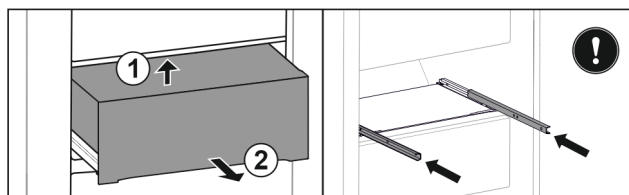

Fig. 159
- ▶ Nadvihnite zásuvku zospodu dozadu. Fig. 159 (1)
- ▶ Odoberte zásuvku dopredu. Fig. 159 (2)